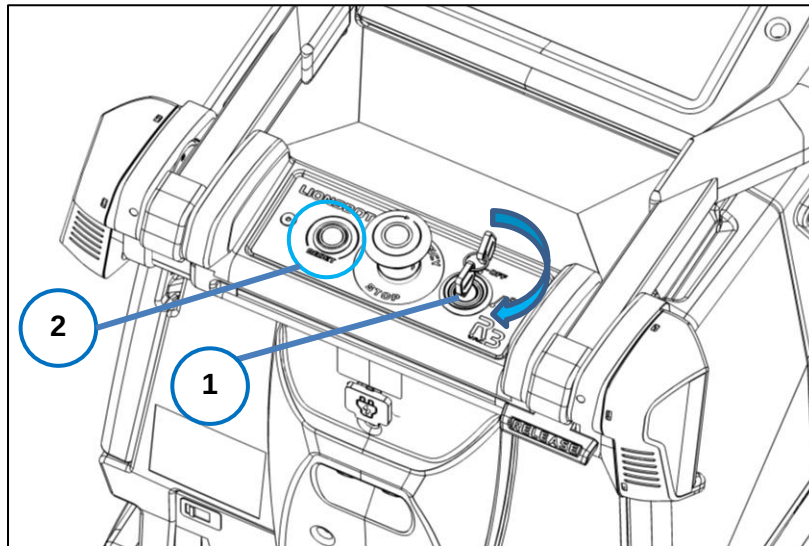

Fig. 1
1. Steek de sleutel in de schakelaar zoals afgebeeld (fig. 1 -1).
4. Druk op de RESET-knop (fig. 1 - 2) links van het startpaneel; de robot-les worden blauw en u hoort een 'opstart'-geluid ten teken van het opstarten.